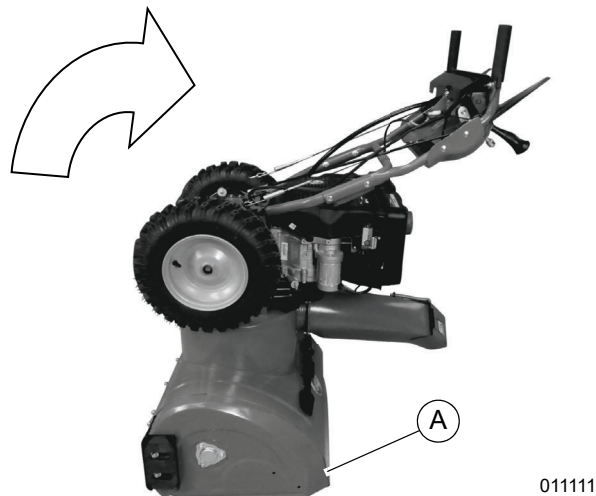

Figura 4-18. Incline la unidad
3. Consulte la **Figura 4-18**. Con ayuda de otra persona, incline el soplador de nieve sobre la carcasa de la barrena (A).